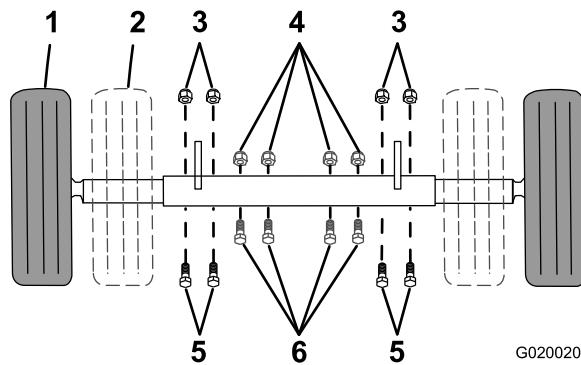

Figure 23
1. Point de soutien (2)
4. Retirez les boulons et les écrous qui fixent l'essieu intérieur à l'essieu extérieur (Figure 23).
- Faites glisser chaque côté de l'essieu vers l'intérieur à la position étroite (Figure 23).
- Faites glisser chaque côté de l'essieu vers l'extérieur à la position large (remorquage) (Figure 23).
7. Insérez les boulons dans les trous des essieux (Figure 23).